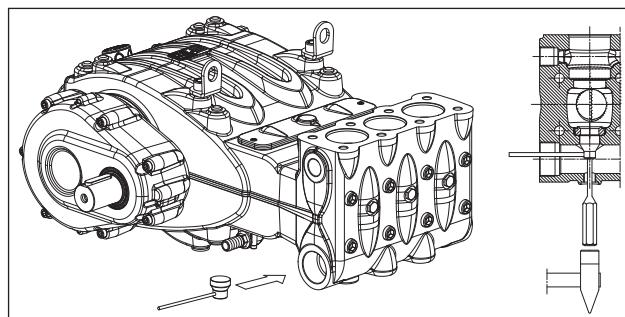

Fig. 104
En caso de dificultad para extraer el grupo de la válvula de aspiración (por ejemplo, si se han formado depósitos debido a largos períodos de inactividad de la bomba) utilizar el extractor cód. 27516200 (pos. ①, Fig. 104) y seguir las instrucciones.